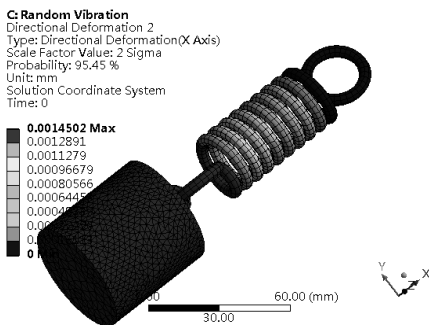

图 10-77 2σ 变形云图
Step5：图 10-77 所示为模型随机振动的 2σ 变形云图。